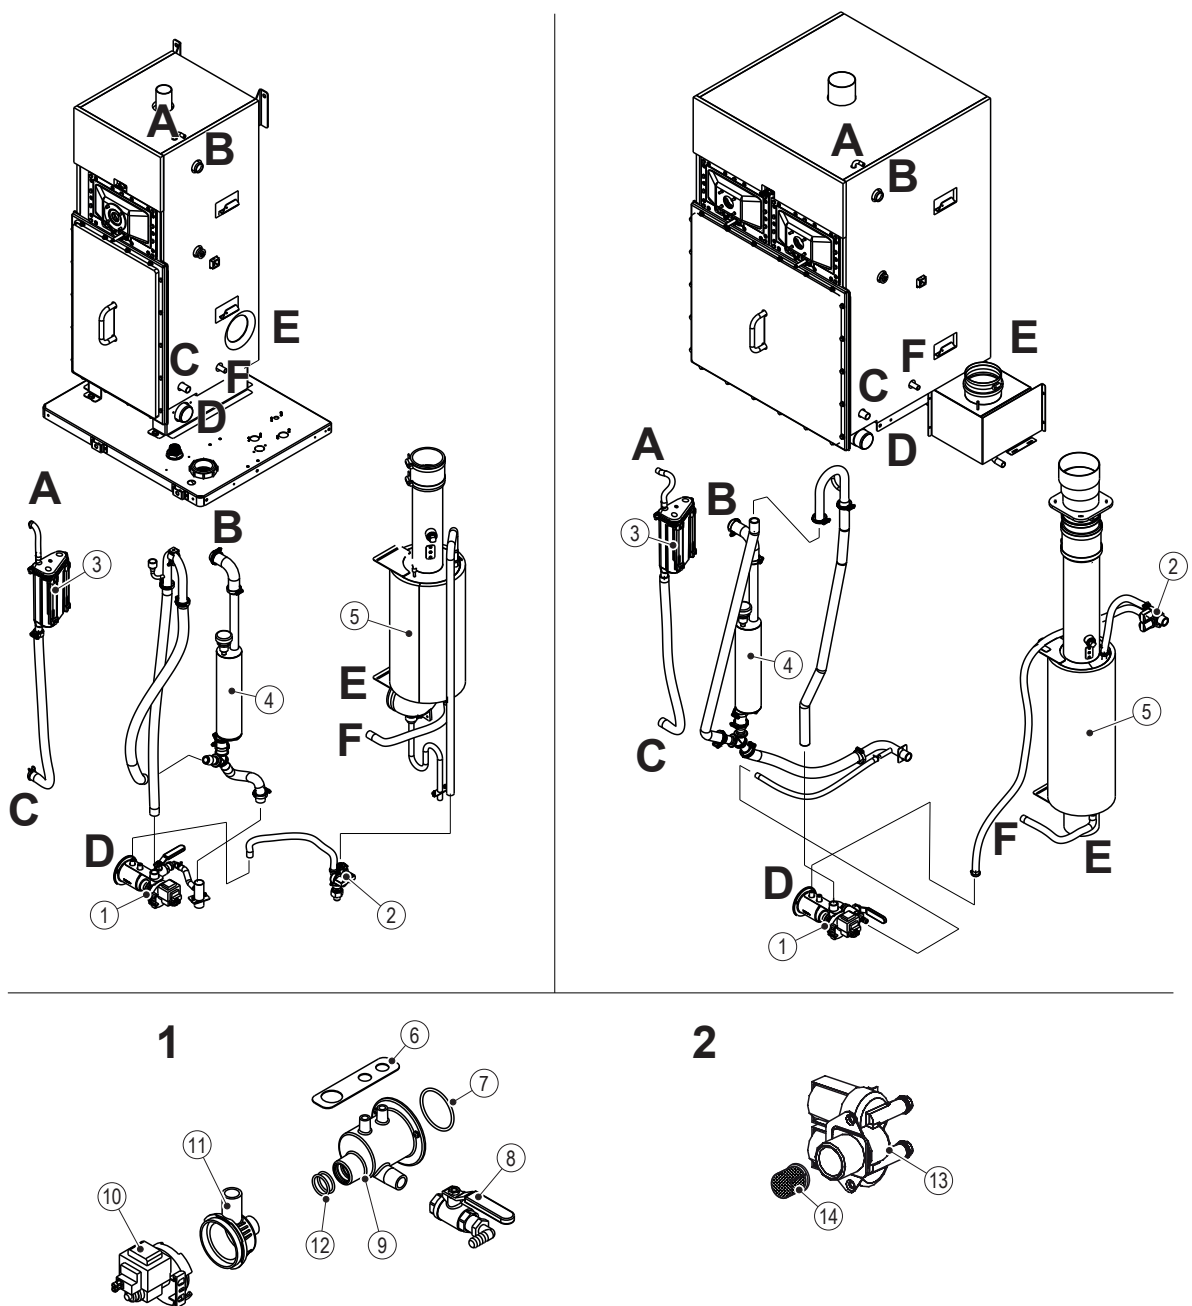

Figure 15 : Nettoyage des tuyaux, des vannes d'admission à double voie et de la pompe de vidange (A-G sont des points de connexion à l'humidificateur)
5. Rebranchez les tuyaux d'eau. Vous pouvez aussi vous référer à la Figure 15 à la page 61.
7. Remontez l'unité de contrôle de niveau en vous assurant que l'orientation des niveaux a été maintenue. Réinstallez-le sur le support de l'humidificateur et reconnectez les tuyaux. Voir la Figure 15 à la page 61.
Nettoyez les tuyaux de remplissage et de vidange, les vannes d'admission à double voie et la pompe de vidange comme suit. Voir la Figure 15 à la page 61.